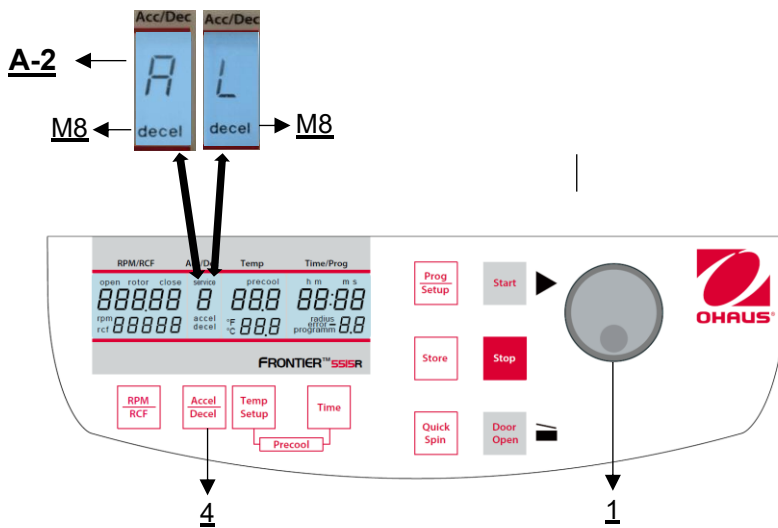

Abbildung 18
Wird die Taste **"Accel/Decel"** (4) dreimal gedrückt, blinkt das Wort **"decel"** (M8) im Anzeigefeld **"Acc/Dec"** (A-2). Nun kann mit dem Drehknopf (1) die gewünschte Bremskurve vorgewählt werden (siehe **Abbildung 18**). Der Kennbuchstabe "L" steht für eine lineare Bremskurve. Dies bedeutet, dass der Rotor während der gesamten Bremsphase gleichmäßig abgebremst wird. Die Bremskurve mit dem Kennbuchstaben "A" ermöglicht ein sanftes Abbremsen. Ihre Bremsgeschwindigkeit (RPM/s) wird dynamisch angepasst, was bedeutet, dass empfindliche Proben während der Bremsphase nur leicht verwirbelt werden. Dies führt zu einem besseren Trennungsergebnis.